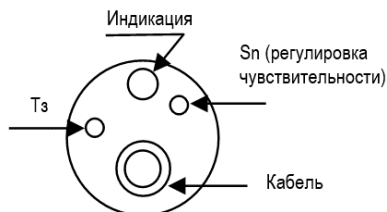

Рисунок 2 – Схема расположения индикации и подстроечных потенциометров
3.6 На крышку (см. рис.2) выведены два шлицевых вала подстроечных потенциометров, которыми устанавливаются чувствительность выключателя (S_n) и время задержки переключения (T_z).
3.8 Выключатели выпускаются настроенными на расстояние срабатывания $S_n = 20$ мм на стандартный объект воздействия (заземленный металлический квадрат 30х30 мм).). Для компенсации влияния окружающих материалов и коррекции чувствительности на объекты с различной диэлектрической проницаемостью, необходимо вращать многооборотный подстроечный потенциометр обозначенный S_n (см. рис.2) против часовой стрелки для уменьшения чувствительности, и по часовой стрелке для ее увеличения. Регулировку желательно производить в реальных условиях эксплуатации с использованием реального объекта воздействия для обеспечения его четкого обнаружения. Регулировку S_n рекомендуется проводить при минимальном времени задержки (потенциометр T_z повернут против часовой стрелки до щелчка).
3.9 Выключатели выпускаются изготовителем с установленным минимальным временем задержки включения нагрузки $T_z \leq 2$ секунды. Время задержки увеличивается при вращении многооборотного подстроечного потенциометра, обозначенного T_z (рисунок 2) по часовой стрелке и уменьшается при вращении против часовой стрелки.